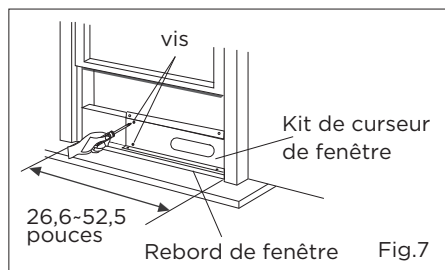
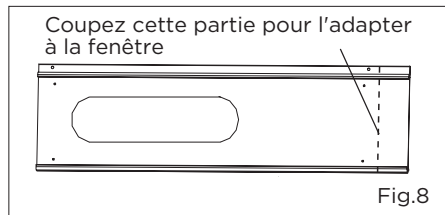
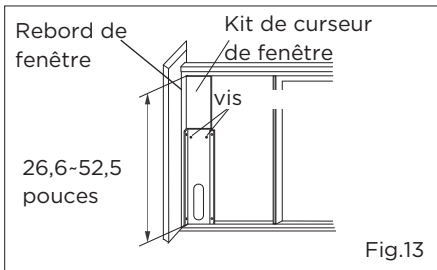

Fig.7
Fig.8
Fig.13
2. Ouvrez le châssis de la fenêtre et placez le kit du curseur de fenêtre sur le rebord de la fenêtre (Fig.7). Fixez le kit du curseur de fenêtre au rebord de la fenêtre. Ajustez la longueur du kit du curseur de fenêtre selon la largeur de la fenêtre. Vissez les deux vis sur le kit du curseur de fenêtre. Voir (Fig.7). Coupez le kit du curseur de fenêtre réglable si la largeur de la fenêtre est inférieure à 26,6 pouces (Fig.8).
2. Ouvrez le châssis de la fenêtre et placez le kit du curseur de fenêtre sur le rebord de la fenêtre (Fig.13). Fixez le kit du curseur de fenêtre au rebord de la fenêtre. Ajustez la longueur du kit du curseur de fenêtre selon la hauteur de la fenêtre.
Vissez les deux vis sur le kit du curseur de fenêtre. Voir (Fig.13). Coupez le kit du curseur de fenêtre réglable si la hauteur de la fenêtre est inférieure à 26,6 pouces (Fig.8).